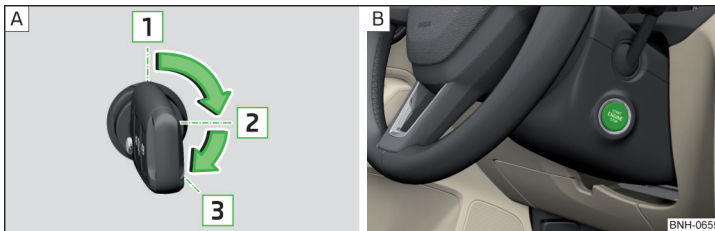

Abb. 186 Positionen des Fahrzeugschlüssels im Zündschloss / Starterknopf
Positionen des Fahrzeugschlüssels im Zündschloss » Abb. 186 - [A]
➤ Den Knopf drücken » Abb. 186 - [B], die Zündung wird ein-/ausgeschaltet.
- Bei Fahrzeugen mit **Zündschloss** den Schlüssel in die Position **3** drehen » Abb. 186 auf Seite 167 - [A], es erfolgt der Startvorgang. Dann den Schlüssel loslassen, der Motor springt automatisch an.
- Bei Fahrzeugen mit **Starterknopf** den Knopf kurz drücken » Abb. 186 auf Seite 167 - [B], der Motor springt automatisch an.
- Bei Fahrzeugen mit **Zündschloss** den Schlüssel in die Position **1** drehen » Abb. 186 auf Seite 167 - [A].
- Bei Fahrzeugen mit **Starterknopf** den Knopf drücken » Abb. 186 auf Seite 167 - [B], der Motor und die Zündung werden gleichzeitig ausgeschaltet.
► Den Knopf gedrückt halten » **Abb. 186 auf Seite 167** - **[B]** oder zweimal innerhalb von 1 Sekunde drücken.